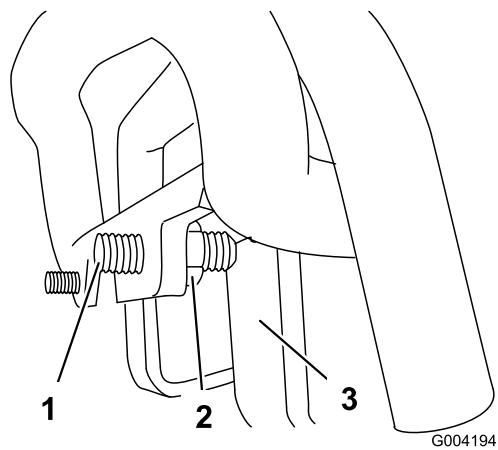

Figure 54
3. Si la machine se déporte vers la **gauche**, desserrez l'écrou de blocage **droit** et ajustez la vis de réglage de correction directionnelle à l'avant de la commande de déplacement (Figure 54).
4. Si la machine se déporte vers la **droite**, desserrez l'écrou de blocage **gauche** et ajustez la vis de réglage de correction directionnelle à l'avant de la commande de déplacement (Figure 54).